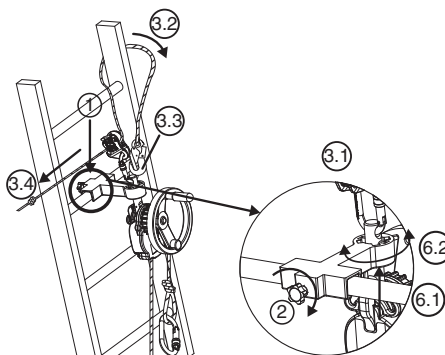

Fig. 7
6.3.3 Aparato DEROPE™ UP K (Fig. 7)
1. Colocar la consola de apoyo pequeña en el barrote de la escalera en la posición requerida para realizar la operación de salvamento, por encima de la persona a evacuar (Fig. 7, 1).
2. Apretar el eje de bloqueo que se encuentra en la parte trasera de la consola de apoyo mediante el botón de apriete (Fig. 7, 2).
- Fijar el conector del dispositivo de ajuste LCM 05 en el agujero de la parte superior del eje de enganche (Fig. 7, 3.1).
- Pasar la correa de aseguramiento alrededor del barrote de la escalera situado encima de la consola rodeando uno de los montantes de la escalera (Fig. 7, 3.2).
- Conectar el conector de la correa de aseguramiento en el conector del dispositivo de ajuste LCM 05 (Fig. 7, 3.3).
- Tensar la correa de aseguramiento tirando del ramal libre (Fig. 7, 3.4).
6. Orientar el aparato DEROPE™ según la necesidad modificando la posición del eje de enganche en el dispositivo de indexación (Fig. 7, 6.1 – 6.2).